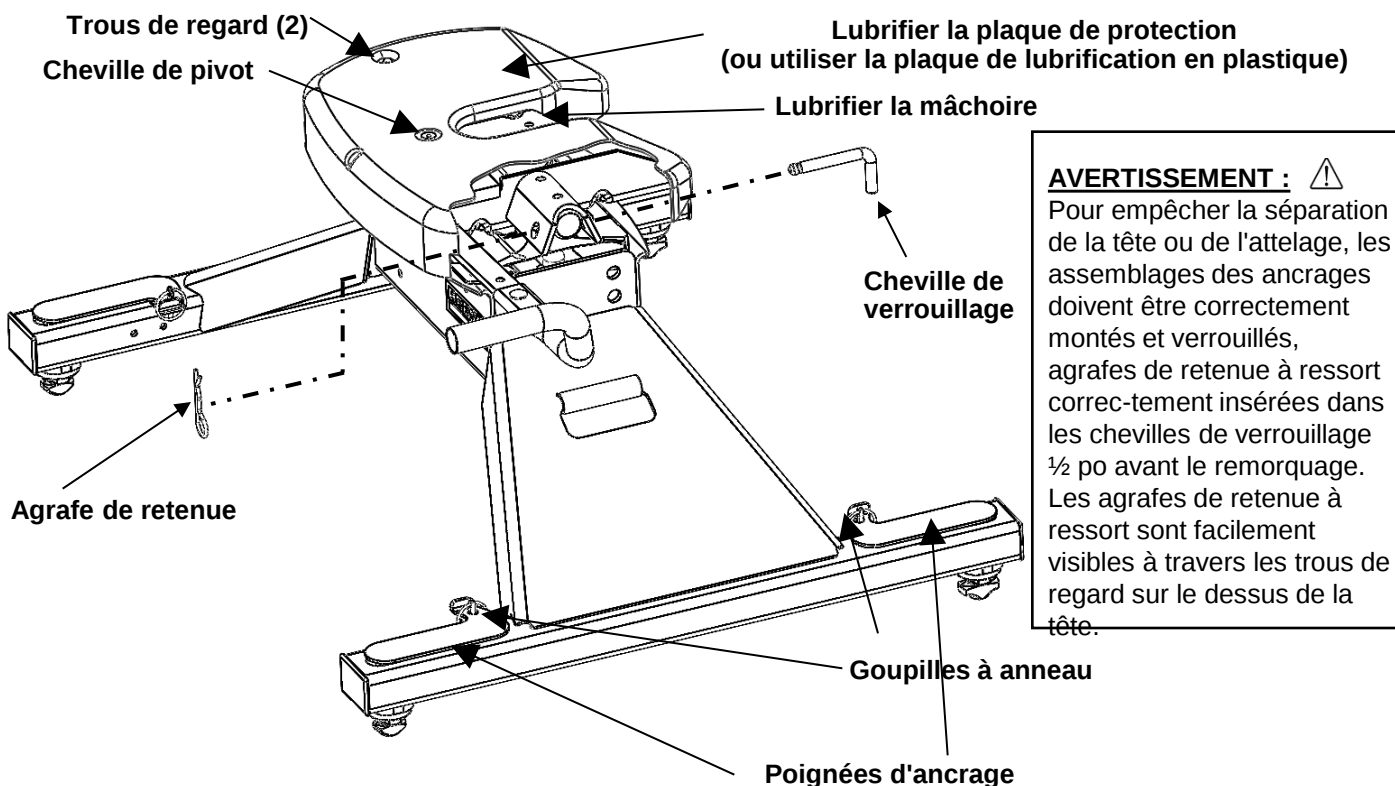
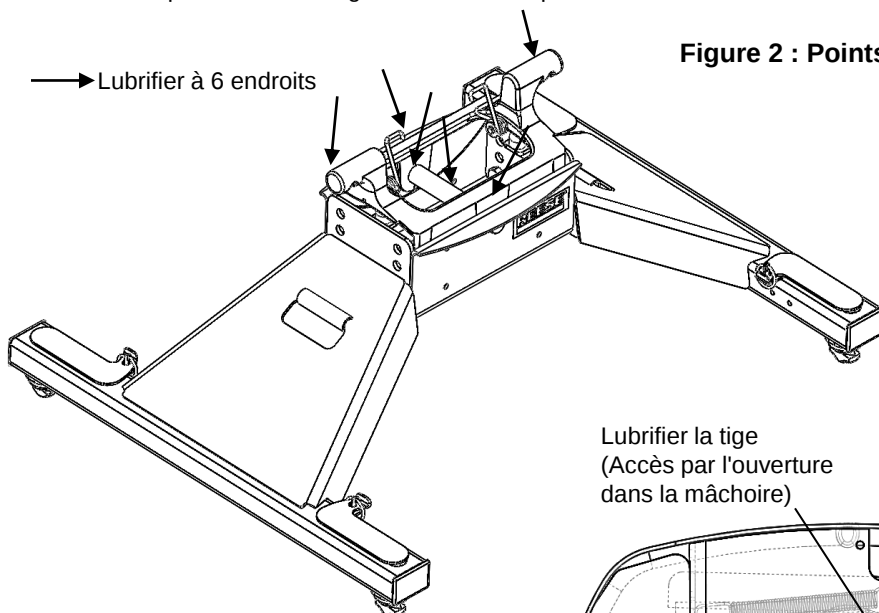

Figure 1 : Chevilles, goupilles et agrafes (vue de coupe de la plaque de protection)
Figure 2 : Points de lubrification
1. Lubrifier la surface de la plaque de protection de l'attelage et l'embout de graissage de la tige de pivot (voir Figure 1) à l'aide d'une graisse pour châssis de véhicule ou utiliser une plaque lubrifiante en plastique. Utiliser une graisse au lithium pour lubrifier le points de pivotement des pièces mobiles à l'intérieur de l'attelage. (voir les Figures 2, 3 et 4)
4. Veiller à ce que toutes les chevilles d'attelage (n° 13, Figure 33) soient en place et que les agrafes de retenue à ressort (no 14, Figure 33) soient posées (Figure 1). Noter que les chevilles d'attelage utilisées sont courbées à 90 degrés ; s'il y a lieu, on peut se procurer des chevilles de rechange auprès de Cequent Performance Products. S'assurer que toutes les quatre poignées d'ancrage sont bien verrouillées (avec goupilles à anneau) dans l'enveloppe du socle angulaire.
1. Lubrifier avec de la graisse au lithium la section centrale comme illustré à la Figure 2 .
4. Placer les goupilles à anneau / cadenas dans les trous de levier superposés de chaque côté afin d'ancrer l'attelage dans les réceptacles (Figure 1).